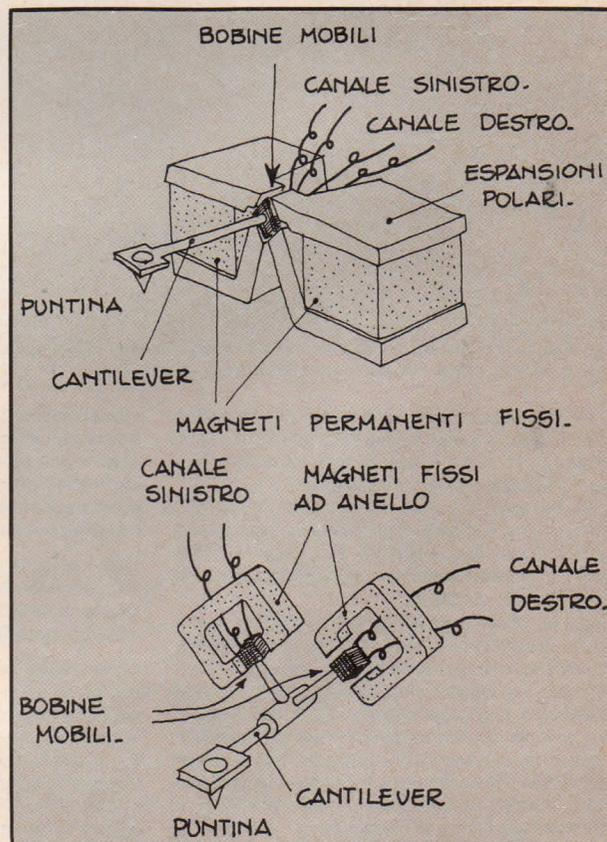

Fig.18: Costituzione del pick-up «a bobina mobile».
8) Pick-up a «bobina mobile» o «moving coil» (Fig. 18)